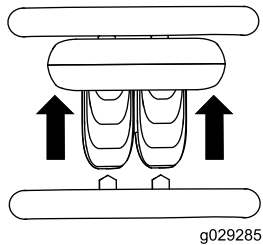

Bild 7
- Bewegen Sie den Fahrertriebshebel nach vorne, um vorwärts zu fahren (**Bild 7**).